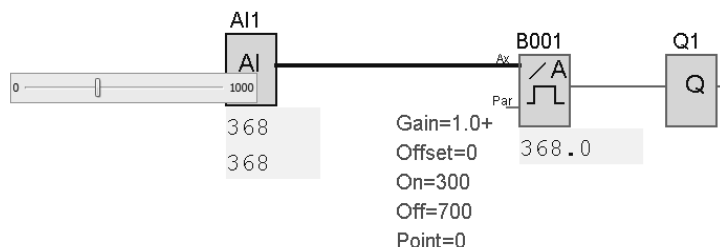

Рис. 9.15. Коммутационная схема
- Собрать коммутационную схему, показанную на рис. 9.15.